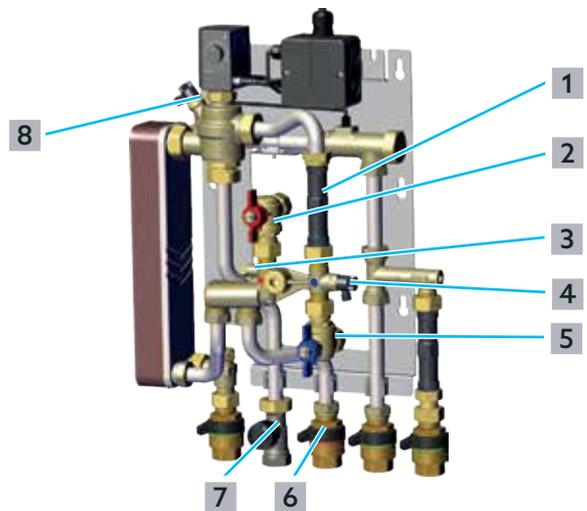

Fig. 10: Montage du compteur de calories
- 1 Fermer les robinets à tournant sphérique équerres sur l'aller primaire ((2) sur la Fig. 10 en page 18) et le retour primaire (5) ainsi que le robinet à disque céramique sur l'aller du circuit de chauffage (6) et le robinet de zone sur le retour du circuit de chauffage (7).
Raccorder un tuyau flexible au robinet de vidange ((4) sur la Fig. 10 en page 18) dans le circuit primaire pour faciliter l'écoulement de l'eau dans un récipient.
- 3 Ouvrir lentement le robinet de purge ((8) sur la Fig. 10 en page 18) et le robinet de vidange (4).
- 4 Lorsque le circuit de chauffage en haut du robinet de vidange est vide, refermer le robinet de vidange (4) et le robinet de purge (8).
- 5 Démonter la manchette (1) de la conduite.